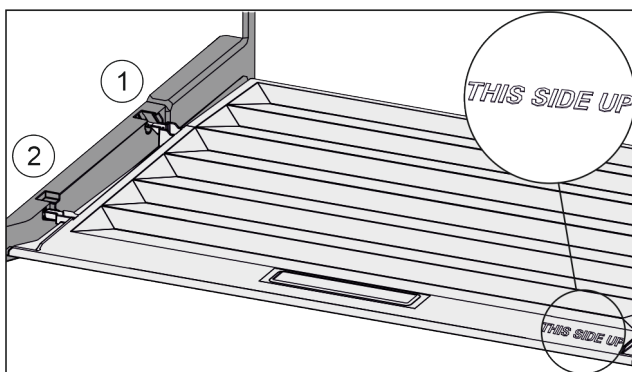

Fig. 76
- ▶ Ramiona pokrywy wprowadzić ponad otworem tylnego uchwyty Fig. 76 (1) i zazębic z przodu w uchwycie Fig. 76 (2).